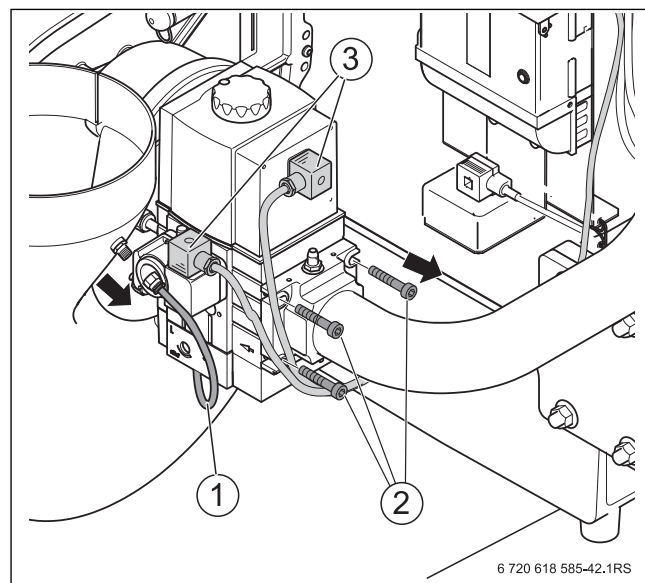

Рис. 56 Отсоединение подключений газовой арматуры
- ▶ Разъедините электрические соединения на газовой арматуре и вентиляторе (→ рис. 56, стр. 39).